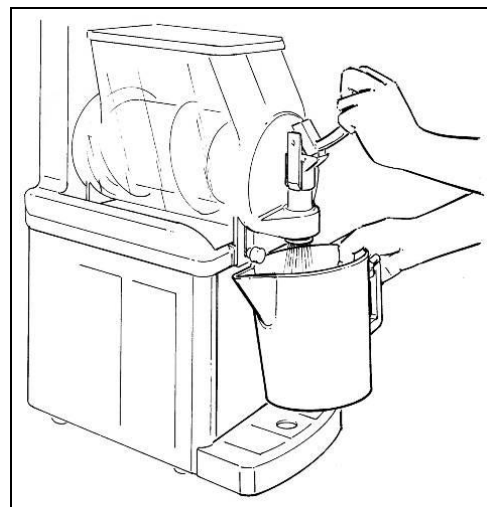

Fig. 4
- **V**ider le bac et répéter les mêmes opérations jusqu'à ce que de l'eau claire en sorte (fig.4).